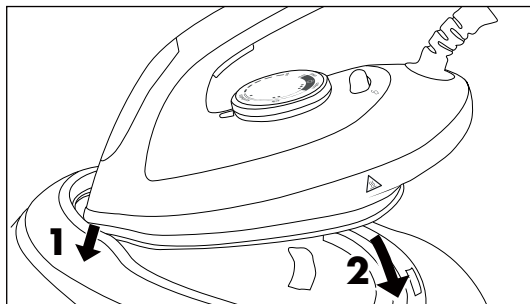

Fig. 8
- Stil strygejernet på basestationens frastillingsflade **6** efter strygningen. Hold først spidsen af strygejernet under kanten forrest på frastillingsfladen **6** og sæt derefter strygejernet helt på frastillingsfladen **6** (se fig. 8).